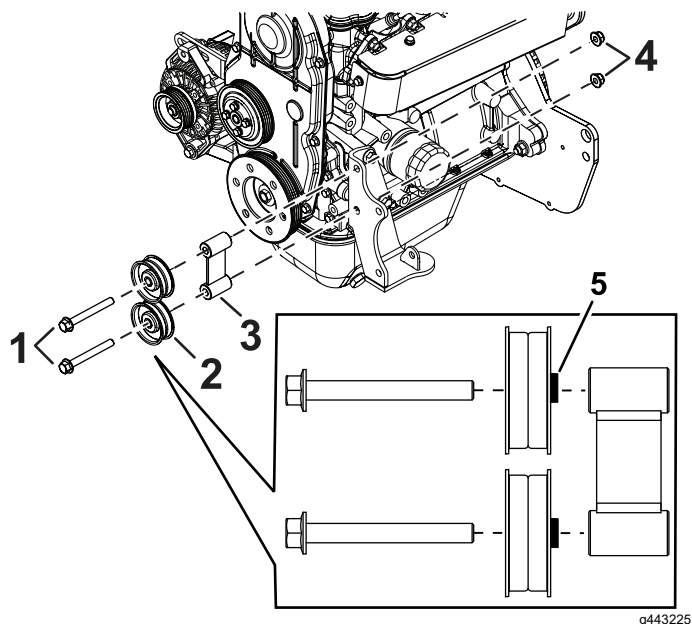

Figura 32
2. Installate le pulegge tendicinghia e il gruppo tensionatore cinghia con 2 bulloni ($\frac{3}{8}$ " x $3\frac{1}{4}$ ") e 2 dadi di bloccaggio ($\frac{3}{8}$ "); fate riferimento alla Figura 32 e alla Figura 35. Serrate i bulloni a 40,7 N·m.